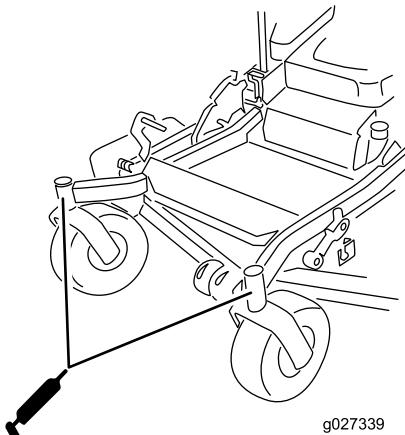

Figure 42
- Sortez le graisseur de l'orifice. Remettez le bouchon hexagonal et le capuchon antipoussière en place (Figure 42).